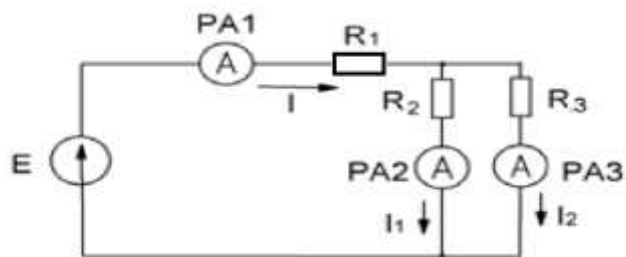

Рисунок 1
1. Собрать на стенде схему Рисунок 1